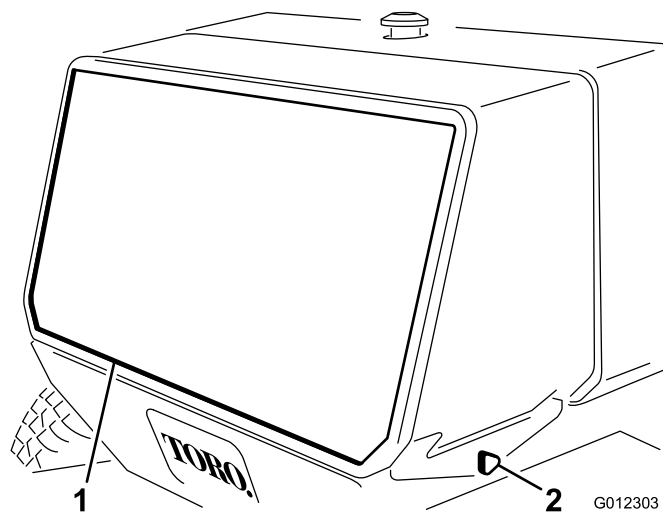

Figura 38
4. Rimuovete le manopole che fissano lo schermo posteriore al telaio e rimuovete lo schermo (Figura 38).